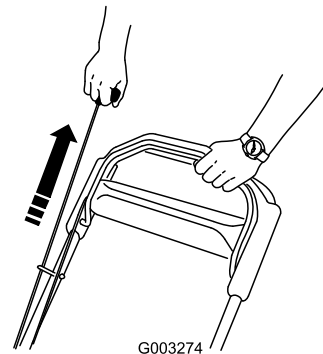

**Рисунок 13**
1. Потяните штангу управления ножами в направлении рукоятки (Рисунок 13).